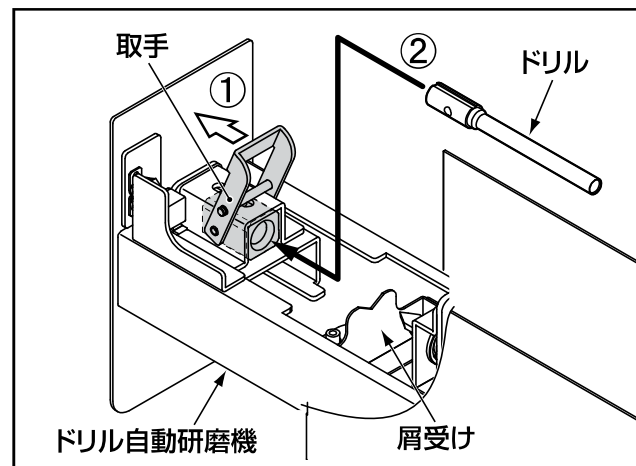

図35
3.ドリル自動研磨機を引き出し、取手を手前に引いてドリルを差し込んでください。 図35 参照
P26 図35 参照